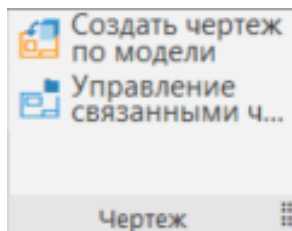

Рисунок 191 - Панель чертеж
4.1.3. Панель чертеж (Рисунок 191)